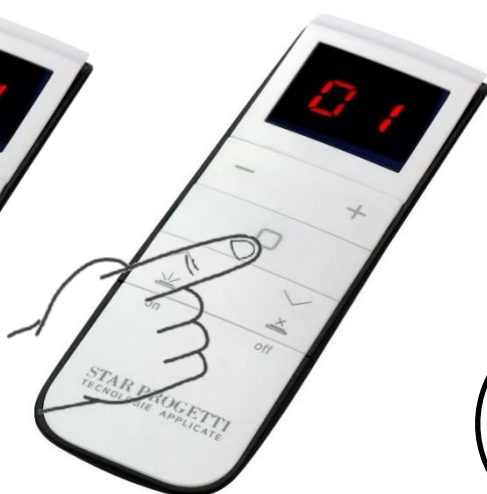

Fig.7
- Inmediatamente después, pulse el botón como se muestra en la Fig. 7.